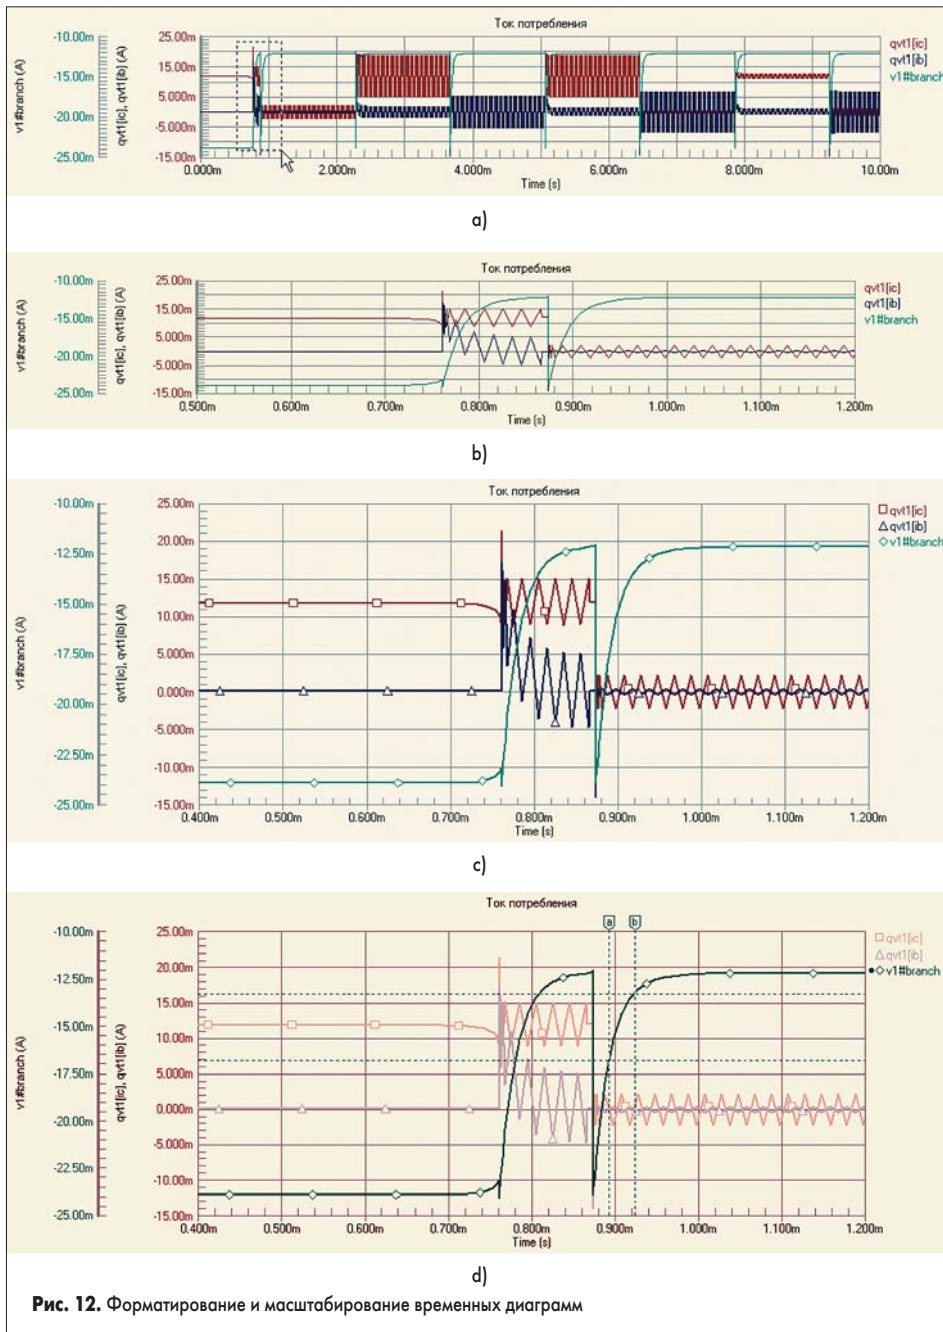

Рис. 12. Форматирование и масштабирование временных диаграмм
1. С помощью мыши в окне охвата укажем интересующую нас часть сигнала, как показано на рис. 12, a, и отпустим левую кнопку мыши. Горизонтальный масштаб отображения сигналов на всех диаграммах увеличится (рис. 12, b). В нижней части окна документа появится горизонтальная линейка прокрутки, которая позволит перемещать кадр по всему временному интервалу анализа.
На экране останется всего две диаграммы в удобном для просмотра масштабе (рис. 12, c), но общее число диаграмм на странице не изменится. Просматривать их можно, вращая ролик мыши или используя вертикальную линейку прокрутки.
6. Удерживая левую кнопку мыши, перенесем маркеры на фронт импульса так, как показано на рис. 12, d.